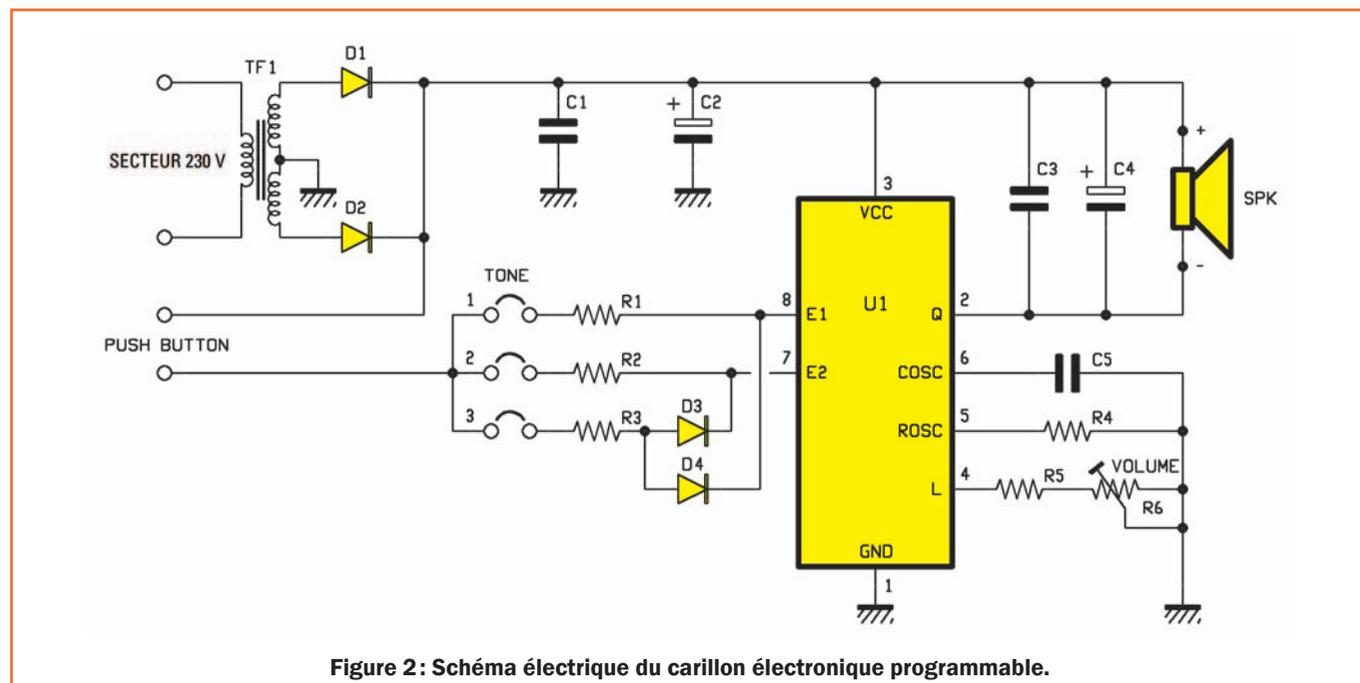

Figure 2: Schéma électrique du carillon électronique programmable.
Voyons un peu, sur le schéma électrique de la figure 2, comment le SAE800 a été utilisé dans ce circuit: bien sûr, il est monté en carillon électronique traditionnel dont le son retentit dans un haut-parleur de 1 W (l'appareil peut immédiatement remplacer un "vieux" modèle de carillon électromécanique 230 V). En effet, ce carillon électronique s'alimente directement (petit transformateur interne) sur le secteur et comporte un bornier d'entrée à deux pôles auquel relier par deux fils le bouton de sonnette placé au portail ou à la porte d'entrée de la maison. Comme le montre le schéma électrique, ce bouton ne se ferme pas sur la tension du primaire du transformateur mais sur la
**D**isons-le tout de suite, dans cet article vous ne trouverez ni schéma électrique ni liste ni schéma d’implantation des composants: comme le montrent les figures 2 et 65 (photos de prototypes), la centrale est à très haute intégration et par conséquent on a dû mettre en œuvre des composants CMS rendant l’autoconstruction impossible. La centrale de la station météo EN100WS
Figure 2: Photo d'un des prototypes de la centrale météo. A haute intégration, grâce à l'utilisation de composants à montage de surface (CMS), elle est disponible déjà montée et prête à être raccordée à son alimentation secteur 230 V et à ses capteurs périphériques.